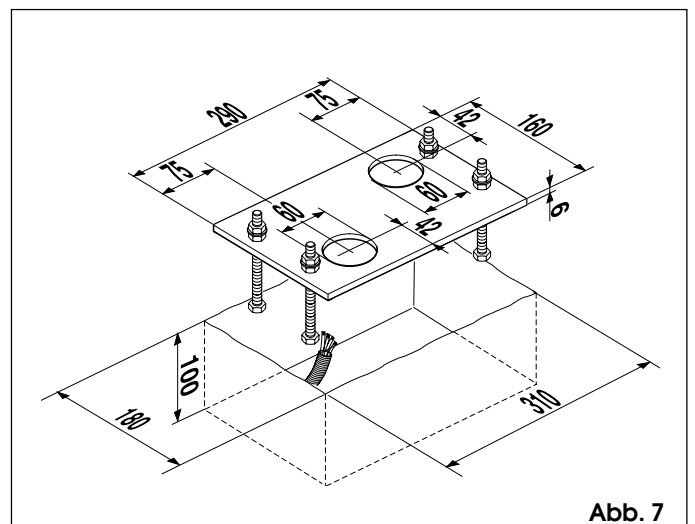

Abb. 7
- 3) Gemäß Abb. 7 eine Fundamentplatte ausführen und die Grundplatte mauern. Dabei sollten eine oder mehrere Kabelmäntel für den Durchgang der Stromkabel vorgesehen werden. Die vollständige Horizontallage der Platte mit einer Wasserwaage überprüfen. Abwarten, bis der Zement erhärtet.